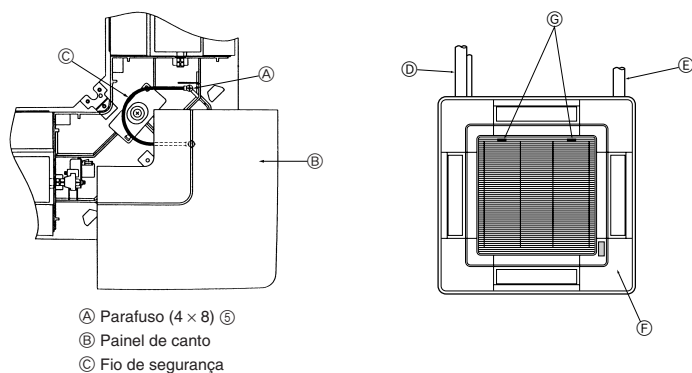

Fig. 5-10
5.7. Instalação da grelha de admissão (Fig. 5-10)